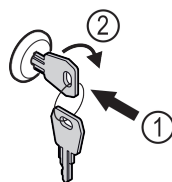

Fig. 166
- ▶ Włożyć kluczyk. Fig. 166 (1)
- ▶ Przekręcić kluczyk o 90° w prawo. Fig. 166 (2)